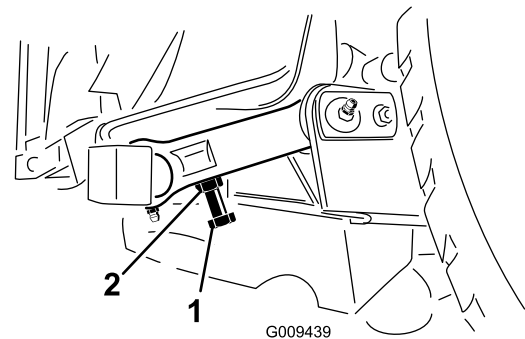

Figure 27
3. Pour ajuster la distance, trouvez le boulon sur la bielle de pivot arrière du tablier de coupe (Figure 27). Desserrez l'écrou de blocage sur le boulon de réglage. Desserrez ou serrez les boulons de réglage pour obtenir